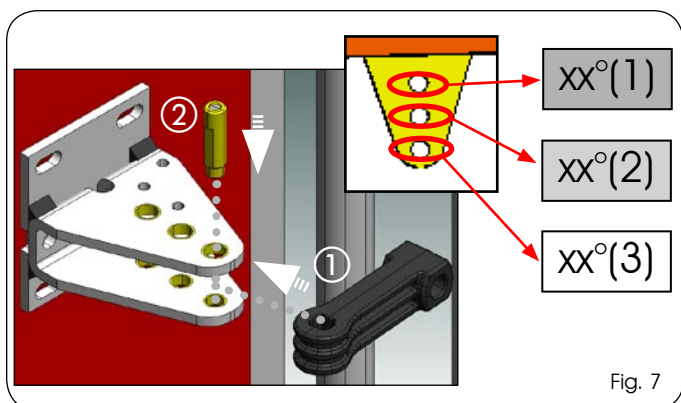

Fig. 7
2. De acuerdo con la Tabla 1 (véanse los recuadros blancos o grises) defina el agujero de fijación en la abrazadera trasera y monte la horquilla (Fig. 7 ref. ①), ensamblándola con el perno específico suministrado (Fig. 7 ref. ②).